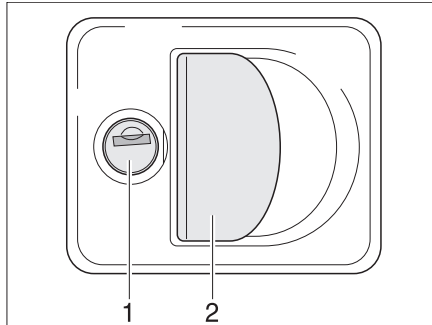

Bild 30 Lucklås med greppkåpa
- Stick in nyckeln i låscylinern (Bild 30,1) och vrid ett kvarts varv. Lucklåset är upplåst.
- Drag i låshandtaget (Bild 30,2). Den utvändiga luckan är öppen.